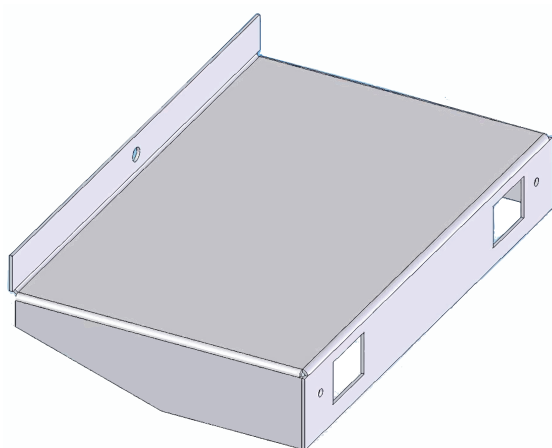

Рисунок 13 - Упор для крепления к стене
1. достаньте упакованные для транспортировки упоры (см.рис.13) и самонарезающие винты из лотка выдачи;